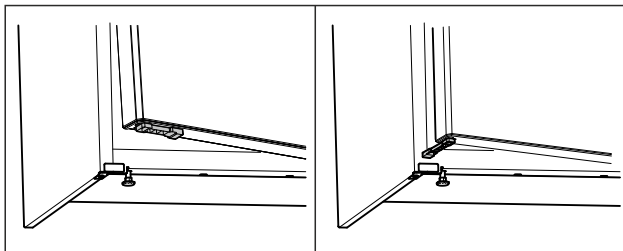

Fig. 56 *
- ▶ Draai de deuropeningsbegrenzer met 90°. (zie Fig. 56) *